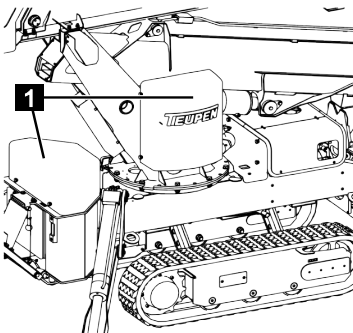

Fig. 122
3. Démonter les capots (Fig.122/1).